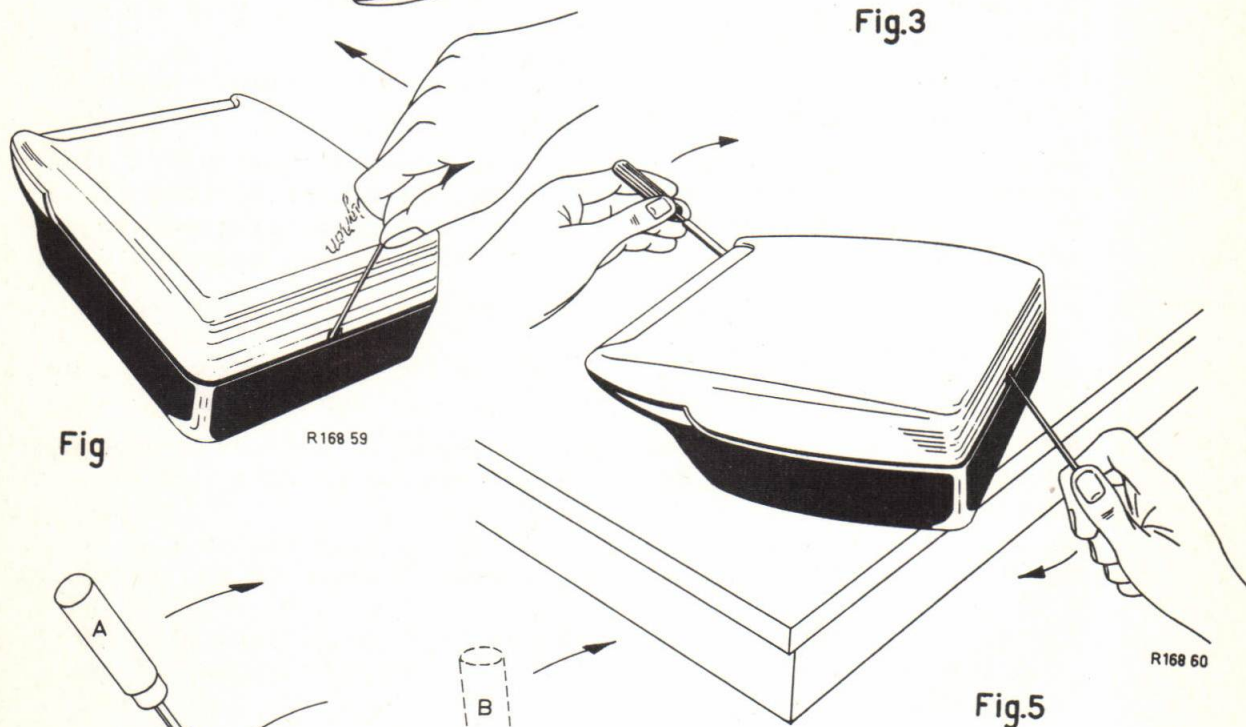

Fig.5
3. Nu de schroefvedraaijer in de richting zoals aangegeven in fig.5 duwen zodat de nokken aan het deksel even boven de rand van het huis komen.